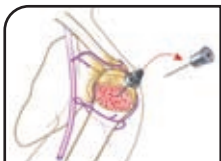

Figura 8
10. Rimuovere il manipo e lo stiletto. Tenere fermo l'attacco del set ago con una mano mentre si scollega il manipo dal set ago. Rimuovere lo stiletto dal catetere tenendo fermo ancora una volta l'attacco con una mano e ruotando lo stiletto in senso antiorario con l'altra. Estrarre lo stiletto e gettarlo immediatamente in un apposito contenitore per materiali taglienti e pericolosi sotto il profilo biologico (Figura 8).